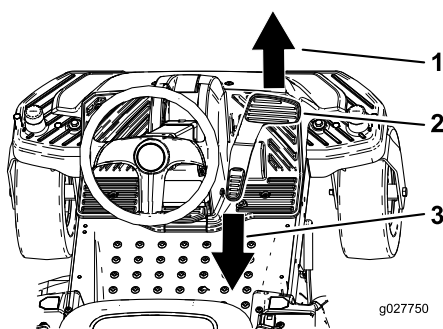

Figure 13
3. Posez le pied sur la pédale de déplacement et appuyez progressivement sur le haut de la pédale pour avancer ou sur le bas pour faire marche arrière (Figure 13).